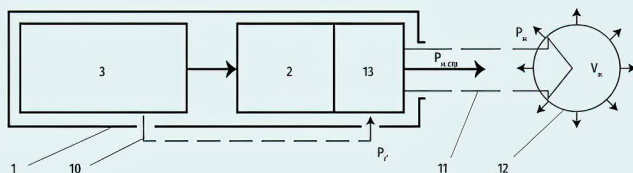

Рис. 4. Блок-схема кавитатора, пример с конфузуром или соплом Лаваля:
С учетом общеизвестных принципа Бернулли и преимуществ сопла Лаваля их ввод в гидравлическую магистраль за цилиндром 4 (рис. 4) однозначно усиливает технический результат — за счет ускорения струи и разрывных усилий в ней, содействующих разрежению и кавитации. В струе 11 с высокой скоростью $V_{ж}$ движения в окружающей жидкостной среде статическое давление пониженное, что вызывает интенсивное выделение растворенных в ней газов и рост, с объединением, пузырьков. Возникает явление кавитации: пузырьки, укрупнившись, схлопываются (12), создавая в воде акустический шум. Это проиллюстрировано в правой части рис. 1-4.